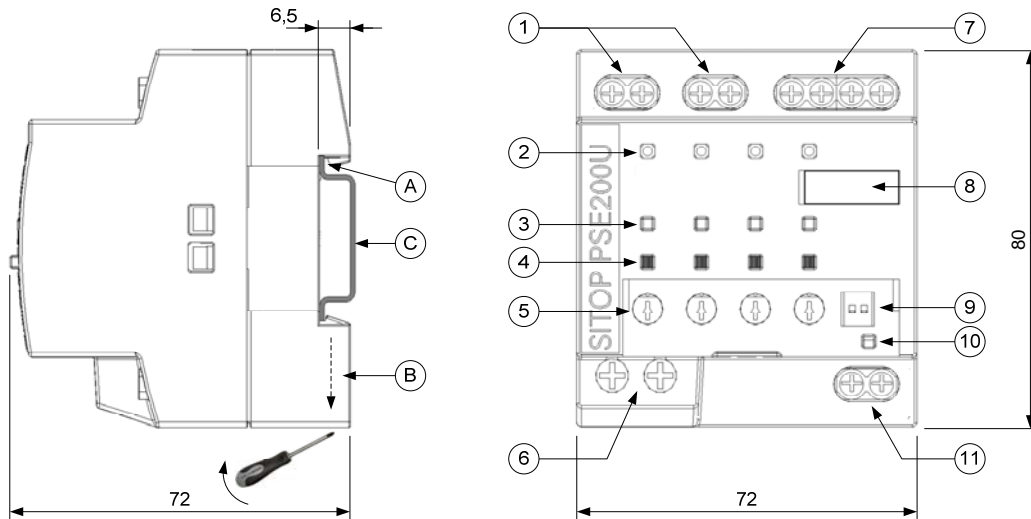

Figure 1 : croquis cotés (mm)
Pour encliqueter l'appareil, accrocher l'ergot (A) sur le rail symétrique (C) et exercer une pression jusqu'à ce que le ressort (B) soit encastré. Pour déposer l'appareil du rail symétrique, tourner le ressort (B) dans le sens de la flèche à l'aide d'un tournevis et retirer l'appareil (voir figure 1).